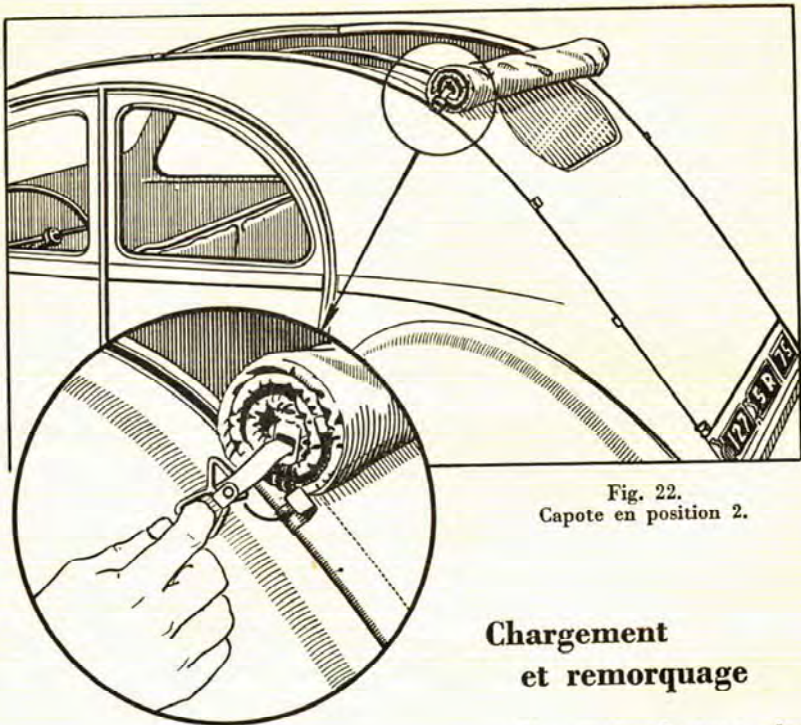

Fig. 22.
Pour ouvrir la capote, décrochez-la en tirant sur les anneaux (fig. 22), roulez-la et, pour l'arrêter, engagez les anneaux dans les crochets fixés sur le haut de la caisse.
B. — Capote à bagages : se manœuvre de la même façon (fig. 22). Utilisez les sangles pour ouvrir ou fermer ; c'est mieux que d'appuyer sur la barre de bois avec la main, ce qui finit par maculer et user la toile.